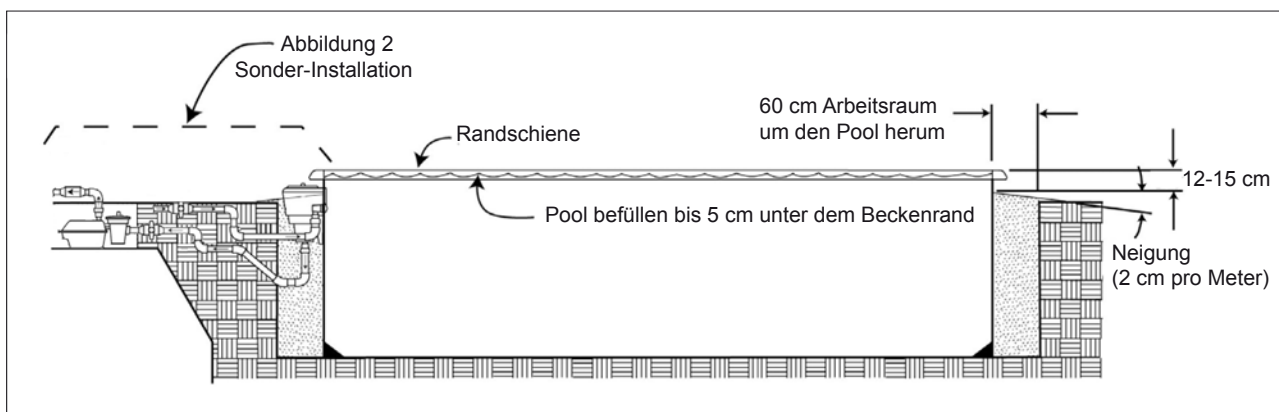

ABB. 1 - BAUMASSNAHMEN, WENN EIN POOL EINGRABEN WIRD
2. Die Tiefe des Aushubs hängt von der Höhe des Schwimmbeckens und der gewünschten Terrasse ab. Benutzen Sie die in Abbildung 1 angegebenen Maße, um zu berechnen wie tief der Aushub sein muss.